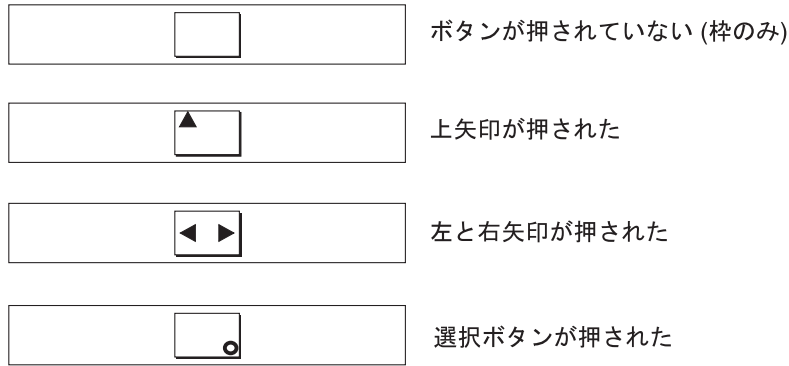

図 31. ボタンを押した場合のフロント・パネル表示
3. 上移動、下移動、左移動、右移動の各ボタンを押して、それらが作動しているか検査する。64 ページの図 31 は、ボタンを押したときにフロント・パネルに表示される 4 つの例を示しています。ボタンのテストが終わったら、選択ボタンを 5 秒間押ししたままにして、テストを終了します。